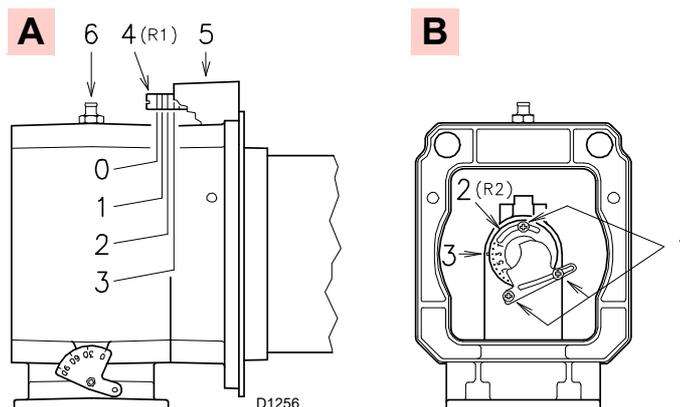

Fig. 18
A questo punto dell'installazione, bocaglio e manicotto sono fissati alla caldaia come in A)(Fig. 18).
- aria R1 A)(Fig. 18)
- gas/aria R2 B)(Fig. 18)
- Ruotare la vite 4)(Fig. 18) fino a far collimare la tacca trovata con il piano anteriore 5) della flangia.
Per facilitare la regolazione, allentare la vite 6)(Fig. 18), regolare e poi bloccare.
- Allentare le 3 viti 1)(Fig. 18) e ruotare la ghiera 2) fino a far collimare la tacca trovata con l'indice 3).
Se la pressione del gas lo permette, con la chiusura della ghiera 2)(Fig. 18) si ottengono riduzioni sulla formazione di NOx.